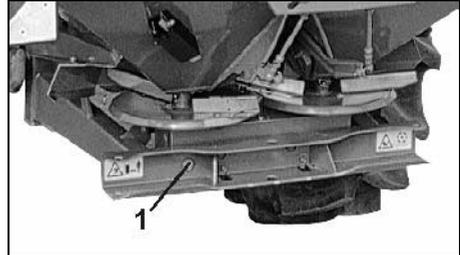

Fig. 56
Das Getriebe ist unter normalen Einsatzbedingungen wartungsfrei. Werkseitig ist das Getriebe mit ausreichend Getriebeöl ausgeliefert. **Der Ölstand muss am Schauglas (Fig. 56/1) sichtbar sein.** Ein Nachfüllen von Öl ist i. d. R. nicht erforderlich.
- das Schauglas (Fig. 56/1) heraus-schrauben,
- Schauglas (Fig. 56/1) wieder ein-schrauben.